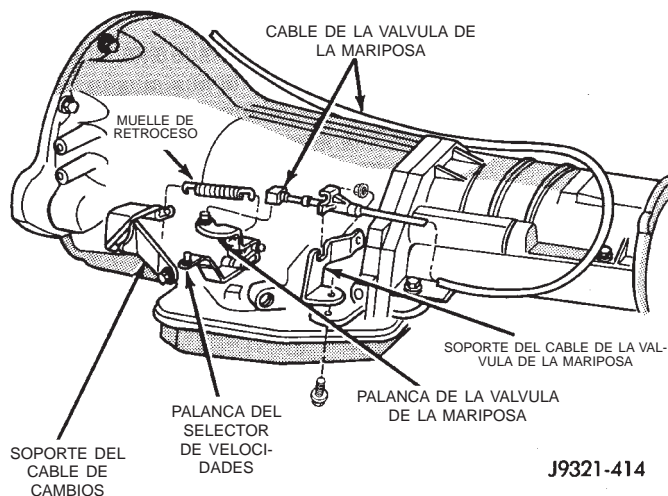

Fig. 291 Fijación del cable de la mariposa en la transmisión
(1) Gire la llave de encendido a la posición OFF.
(2) Retire el depurador de aire.
(3) Verifique que la palanca del cuerpo de mariposa esté en posición de ralentí de contén. Luego verifique que la palanca de la mariposa de la transmisión (Fig. 291) esté también en posición de ralentí (totalmente hacia adelante).
(4) Deslice el cable para extraerlo del perno espárrago de fijación en la palanca del cuerpo de mariposa.
(5) Compare la posición del extremo del cable con el perno espárrago de fijación situado en la palanca del cuerpo de mariposa: